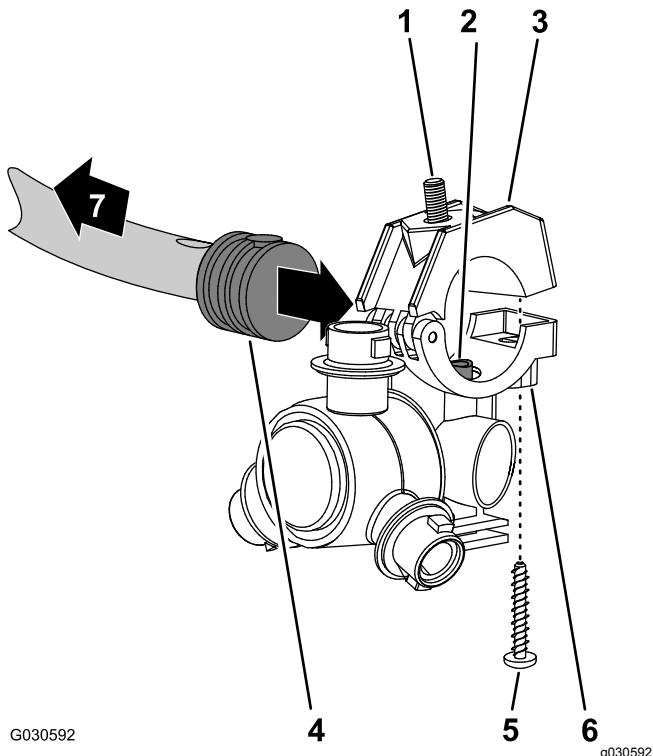
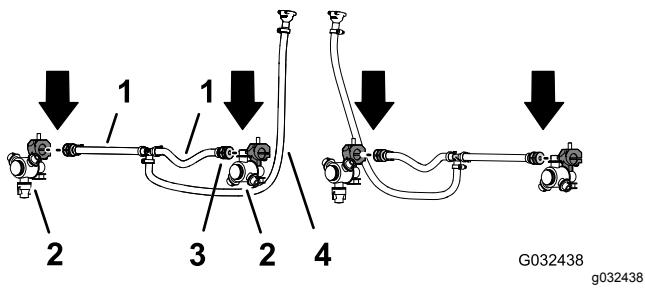

Bild 57
Bild 58
2. Arbeiten Sie mit den zwei Sprühdüsen vom Finishingkit für das GeoLink-Sprühsystem und entfernen Sie die Edelstahlschraube, mit der die obere Klemmenhälfte am Sattel befestigt ist (Bild 57).
Schlauchs 25 cm vom Schlauch (Sprühventil 5 oder 6) für den mittleren Sprühabschnitt (Bild 57 und Bild 58).
4. Fluchten Sie den Transferschlauch im Sattel einer Sprühdüse (Bild 57) mit dem Loch in der Seite des gezahnten Einzelschlauchschafts (1/2") aus.
5. Schließen Sie die obere Klemmenhälfte um den gezahnten Schlauchschaft und befestigen die Klemmenhälfte und das Sprühdüsengehäuse (Bild 57) mit der Edelstahlschraube (Nr. 12 x 1 1/4"). Ziehen Sie die Edelstahlschraube bis auf 14-18 Nm an.
6. Arbeiten Sie mit der Sprühdüse, der Sechskantschraube und Edelstahlschraube, die Sie in den Schritten 1 und 2 in Entfernen der Sprühdüsen (Seite 27) entfernt haben, und wiederholen Sie die Schritte 3 bis 5 am gezahnten Einzelschlauchschaft (Bild 57 und Bild 58) am Ende des anderen Schlauchs 25 cm.
7. Arbeiten Sie mit den zwei Sprühdüsen, die Sie in Schritt 4 in Entfernen der Sprühdüsen (Seite 27) entfernt haben, und wiederholen Sie die Schritte 3 bis 5 am gezahnten Einzelschlauchschaft des anderen Schlauchs (Sprühventil 5 oder 6) für den mittleren Sprühabschnitt (Bild 57 und Bild 58).